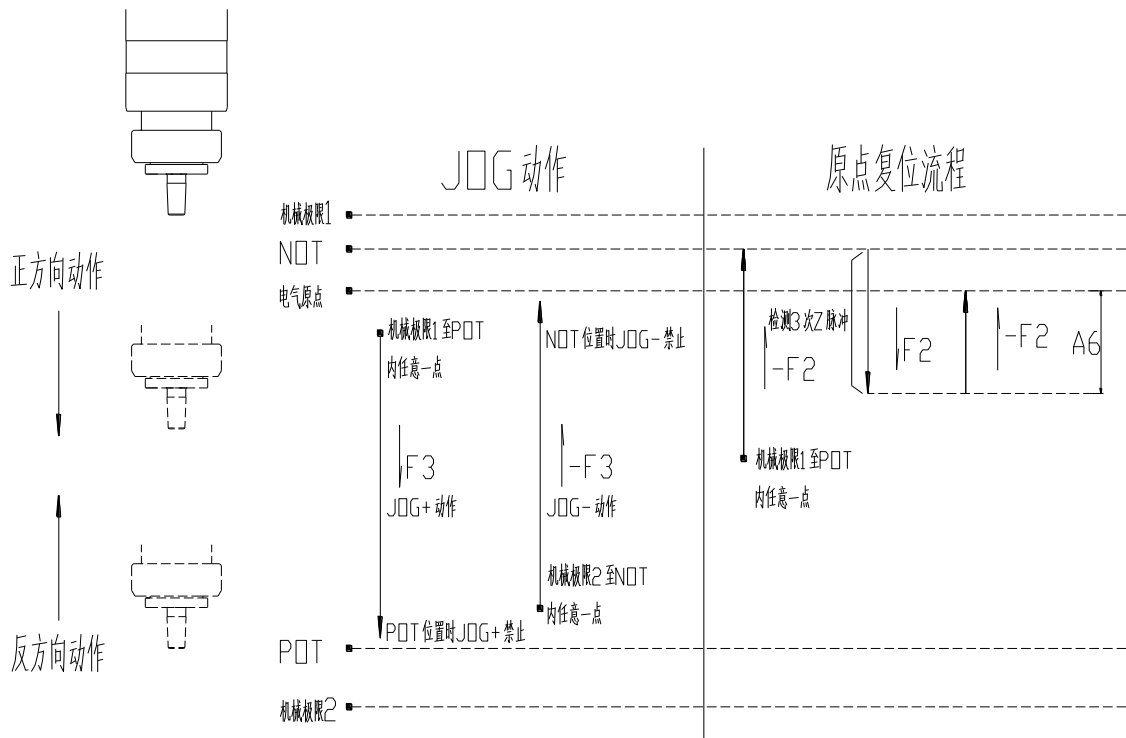

图 10-1 点动、原点复位动作图
(1) 点动及原点复位都需要在手动状态下 **MAN/AUTO** (**MAN** 低电平有效、**AUTO** 高电平有效) 执行，各模式的点动及原点复位动作都相同。点动 **JOG+**、**JOG-** (高电平有效) 动作受 **NOT**、**POT** (低电平有效) 限制。原点复位时，机械初始位置必须在 **NOT** 至 **POT** 范围内 (含 **NOT** 点，不含 **POT** 点)，**POT** 低电平时无法完成复位动作，否则将导致机械损坏。
(2) 原点复位流程：以 **HTRG** 信号 (上升沿有效) 触发原点复位动作，初期马达以 **-F2** 的转速向原点限位 **NOT** 动作，在 **NOT** 动作后又以 **F2** (**P7.06**) 的转速正向动作并检测编码器 Z 相脉冲，检测到 3 次时 (次数为系统设置，用户不可修改) 又以 **-F2** 的转速反向动作 **A6** (**P7.28**) 的行程，停止后原点复位动作完成，停止位置定义为电气原点，伺服驱动器同时输出 **HEND** 信号 (高电平输出)。原点复位期间如果停止信号 **EMG** 为 OFF，原点复位动作停止，机械立即停止在当前位置。**HEND** 信号在停止时、伺服驱动器断电、伺服驱动器报警 (**ALM** 信号高电平输出)、自动切换至手动状态时将被复位。(整个过程见图 10-1)